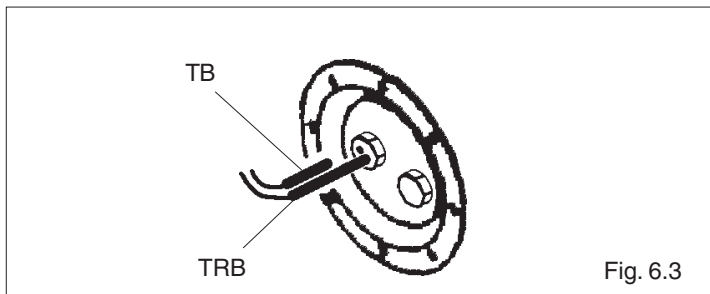

Fig. 6.3
- estrarre le sonde (TB) e (TRB) dal pozzetto (fig. 6.3)